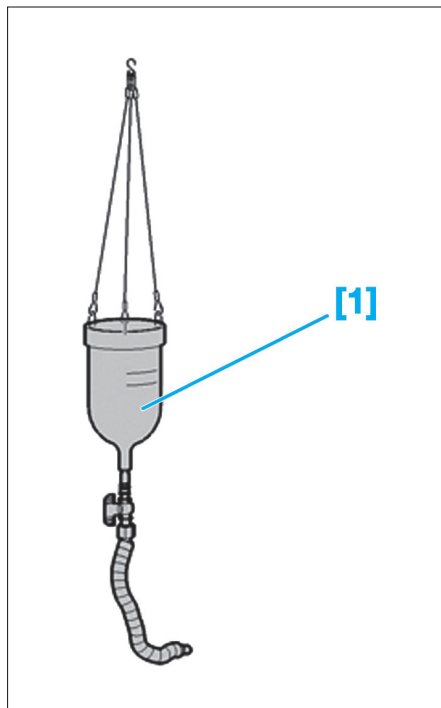

Fig. 1
- [1]. Cylindre de remplissage d'huile (réf : 0344) (Fig.1).